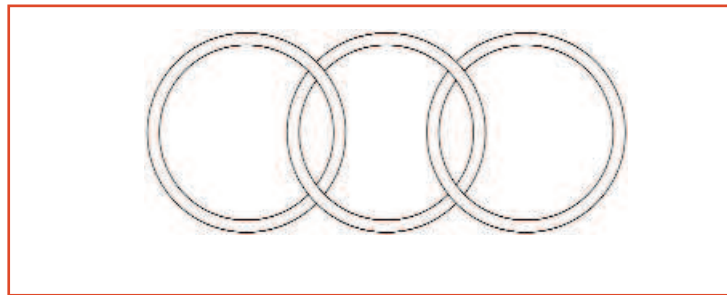

Fig. 7 - chaîne
- la chaîne de la figure 7 : si on coupe un des maillons extrêmes, les deux autres restent enlacés.